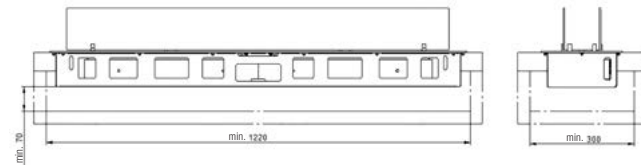

Abb. 7 Mindestmaße Gehäuseraum
- Der Mindestabstand zwischen Gehäuse und Gehäuseraumboden (Abb. 7) beträgt 70 mm.